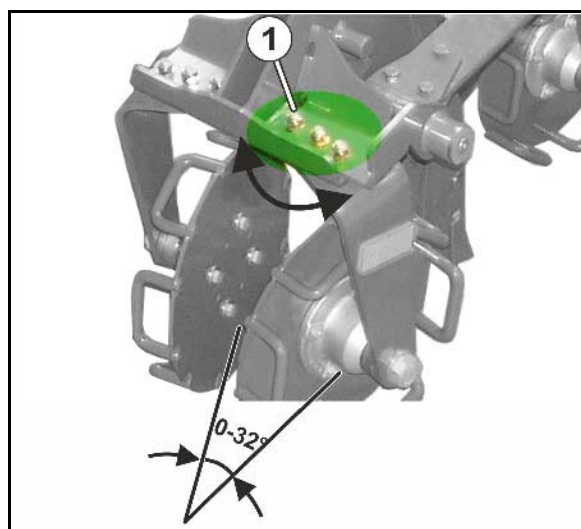

Fig. 90
1. Beide Verschraubungen (Fig. 90/1) einer Rolle lösen.